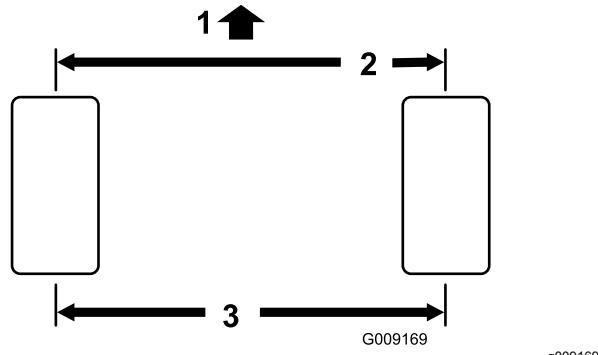

Рисунок 75
- Измерьте межцентровое расстояние (на высоте моста) на передней и задней сторонах рулевых колес (Рисунок 75).